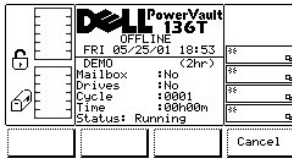

Abbildung 111. Dialogfeld "Service" > "Library" > "Exercise" > "Demo Using Time" > "Execution"
- 1 Wenn die Taste unter dem Softkey **OK** gedrückt wird, werden die Feldwerte übernommen, und der Demo-Vorgang wird gestartet (siehe Abbildung 111).